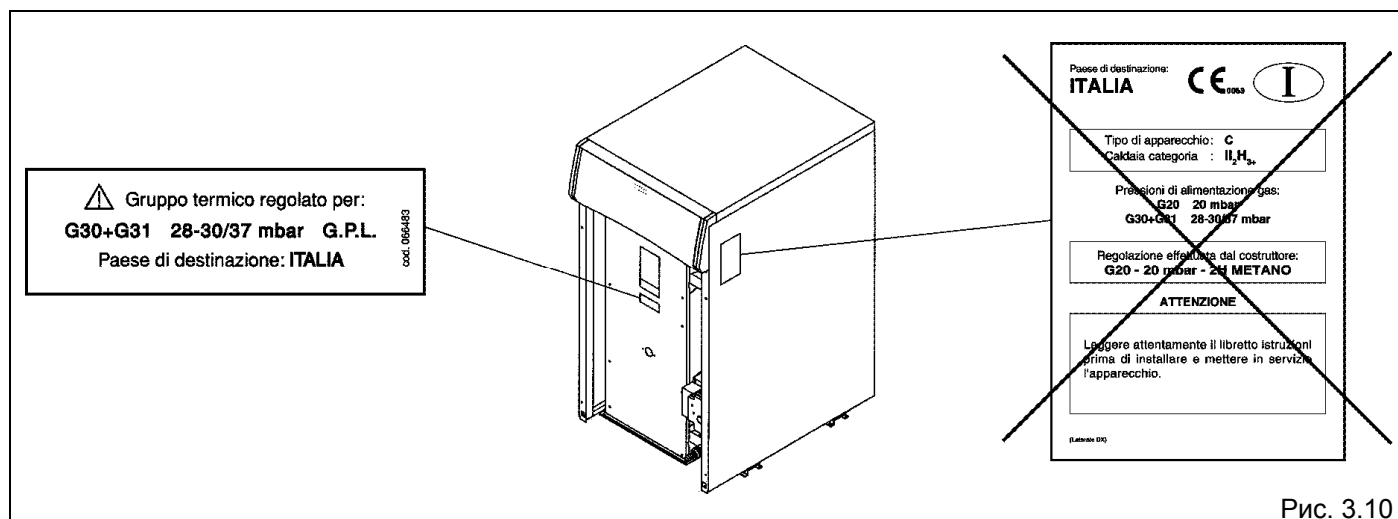

Рис. 3.10
- Прикрепите табличку, указывающую на сжиженный газ (GPL), входящую в комплект поставки котла, на внутреннюю сторону облицовки (рис. 3.10).
- Снимите таблички с указанием метана (G20), которые прикреплены на внешней и внутренней стороне облицовки (рис. 3.10)